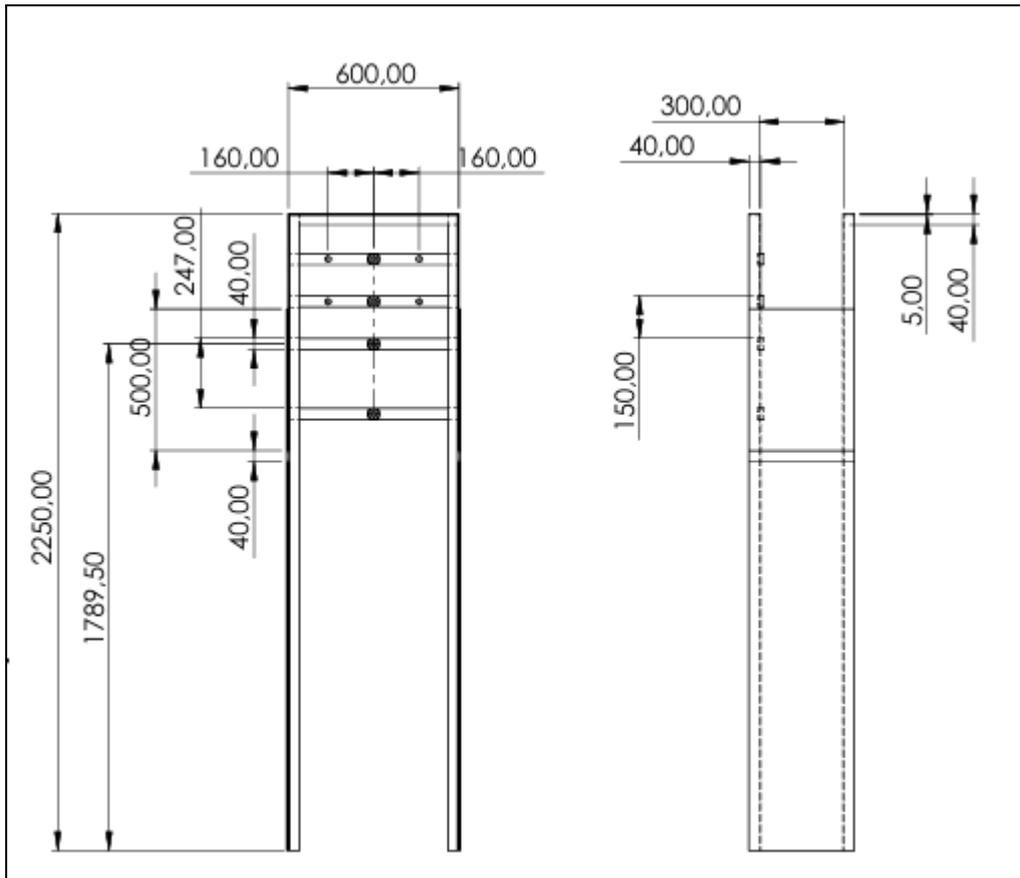

Figure 4 : Plan 2D du support de la structure
- **Découpe** : Tracer les parois avec une équerre, découper à la scie à métaux ou scie circulaire. Assembler avec soudure suivant la capture suivante de la figure 4.